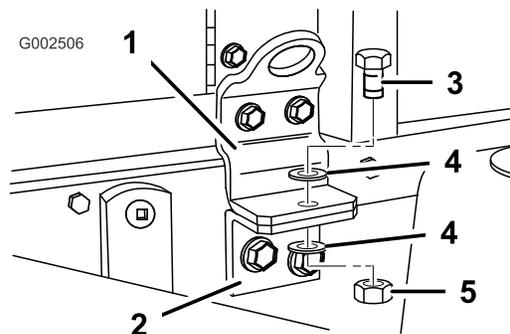

Figura 24
15. Prenda o patim do depósito na estrutura com um parafuso (1/2 x 1-1/2 pol.), duas anilhas (1/2 pol.), e uma porca de bloqueio (1/2 pol.) conforme ilustrado em Figura 24.